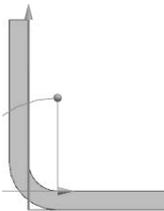

图 5.21 材料外侧
- **材料外侧** 选项：用于使弯边的内侧面与线性边平齐，此时钣金的总体长度将多出一个板厚，如图 5.21 所示。